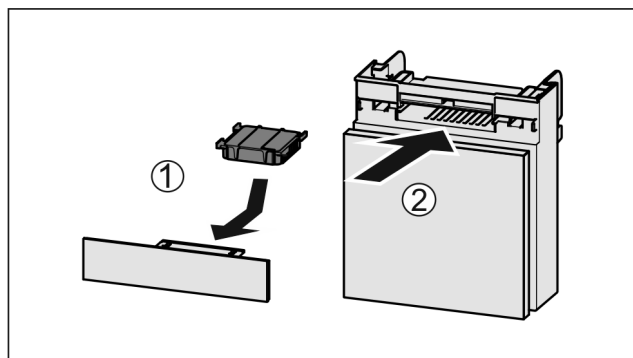

Fig. 128
- ▶ Sätt in *Fig. 128 (1)* aktivtkolfiltert enligt bilden.
- ▶ Skjut in Fig. 128 (2) lådan.